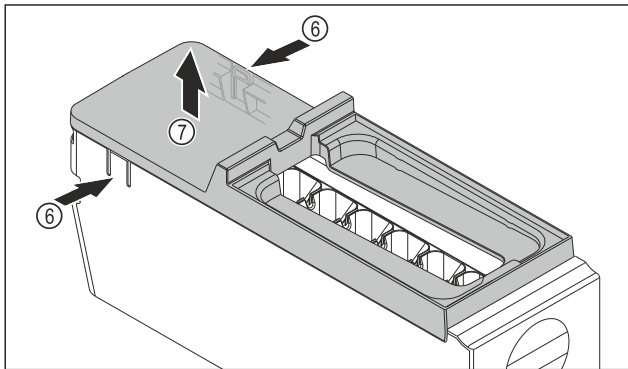

Fig. 184
- ▶ Odstráňte kryt korpusu EasyTwist-Ice: strmeň Fig. 184 (6) na oboch stranách korpusu EasyTwist-Ice zatlačte rukou.
- ▶ Kryt Fig. 184 (7) odoberte druhou rukou smerom nahor.